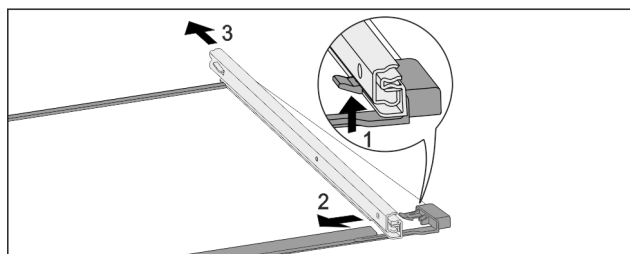

Fig. 82 Sklenená doska s koľajničkami
- Potlačte predný západkový hák nahor. Fig. 82 (1)
- Odsuňte vyťahovaciu koľajničku do strany Fig. 82 (2) a dozadu Fig. 82 (3).